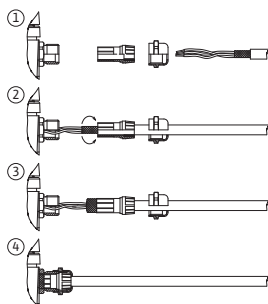

Fig. 31: Varjestuskate
Varjestus ühendatakse kaabliäbiviiguga elektroonikamoodulile. Vt Fig. 31.
Digitaalsisendi, analoogsisendite ja siinikommunikatsiooni kaablid tuleb varjestada metallkaabli läbiviigu keermeühendusega (Fig. 23, pos 4, 5 ja 6). Varjestust vt Fig. 31.